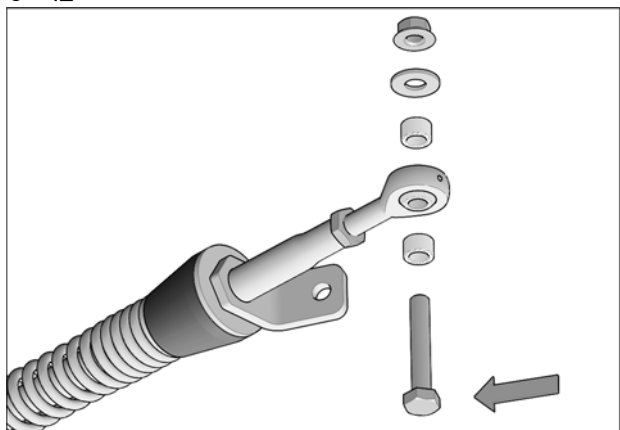

Fig. 3
3. Retirer le boulon, la rondelle et les espaceurs installés à la rotule du bras stabilisateur. Voir la Fig. 3